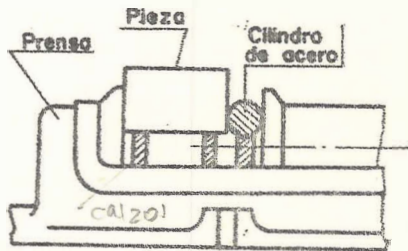

Fig. 1
- Se interpone entre la mordaza móvil y la pieza un cilindro de acero para una mejor sujeción. (Fig. 1).